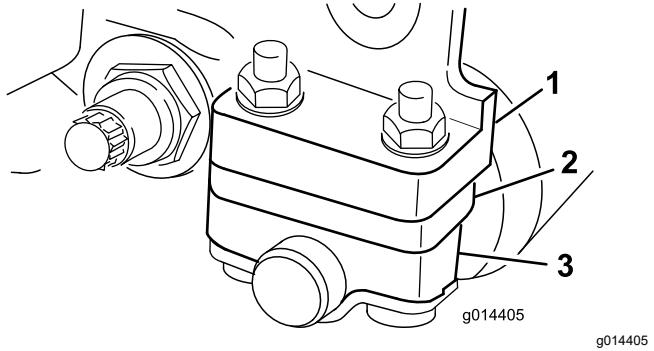

Bild 12
1. Stellen Sie die Halterungen der Heckrolle auf den gewünschten Schnitthöhenbereich ein; legen Sie die benötigte Anzahl von Distanzstücken unter den Montageflansch der Seitenplatte (**Bild 12**), siehe Auswahltabellen für Schnitthöhe und Untermesser \(Seite 16\).